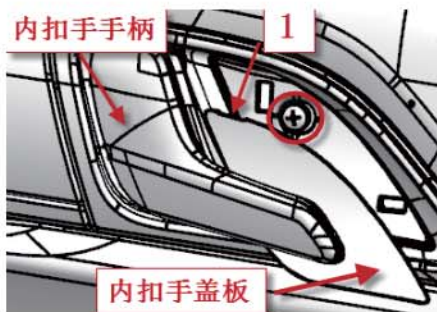

图 9-1-3 内扣手盖板拆卸示意图
(1) 如图 9-1-3，先拉开内扣手手柄，用缠有保护胶带的小号一字螺丝刀沿箭头 1 所指缺口处将车门内扣手盖板将其撬出，然后用十字螺丝刀拧出圆圈中的螺钉（1个）；